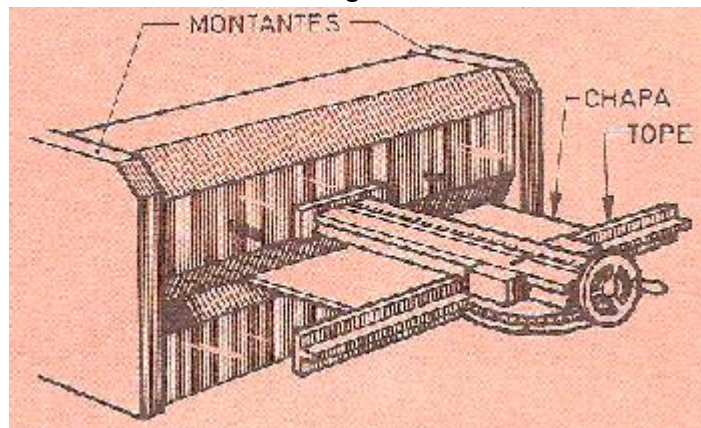

Fig.20
- **Topes** (fig. 20). Va montado en la parte posterior de la máquina y sirve para regular la anchura de la banda de chapa que se quiere conseguir, sobre todo en el trabajo en serie de piezas iguales, evitando medirlas y trazarlas una a una. En la mesa también puede montarse otro tope o regla longitudinal, que sirve de registro para cortar un canto paralelo a otro.
La anchura de las piezas que se desean cortar es prácticamente ilimitada; en cambio, la longitud máxima viene impuesta por el largo de las cuchillas y por la distancia entre *montantes*. (fig.20).